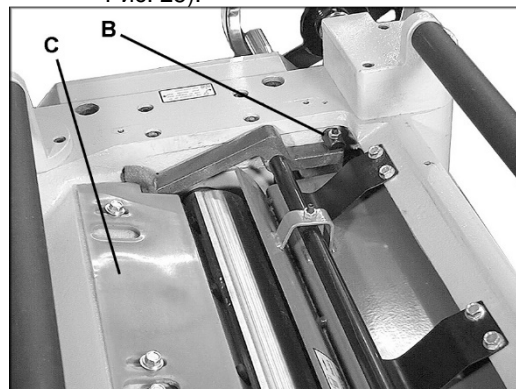

Рис. 25
2. Ослабьте стопорные гайки (В, см. Рис. 25) с обеих сторон планки и прокрутите установочные винты.
3. Когда прижимная планка коснется верхней части мерного блока, затяните стопорные гайки (В, см. Рис. 25).
Щиток (С, см. Рис. 25) предотвращает попадание стружки на ролик разгрузки. Щиток следует установить на расстоянии приблизительно равном 1,6 мм от лезвия ножа. Удостоверьтесь, что передний край устройства скошен и повторяет форму строгального вала.